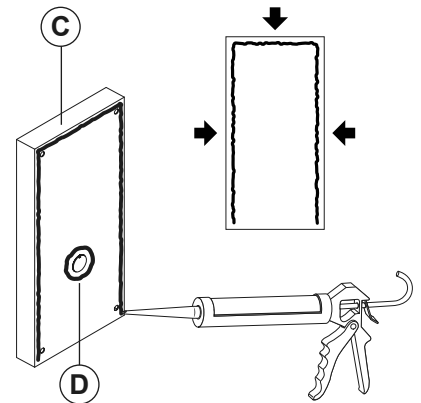

Fig. 49
**IN ORDER TO PREVENT WATER INGRESS WE HIGHLY RECOMMEND USING A SILICONE SEALANT BETWEEN THE WALL AND THE BACK BOX **(C)**, ON THE LEFT, TOP AND RIGHT SIDES ONLY AND AROUND ALL THE HOLES **(D)** . DON'T USE SILICONE SEALANT ON THE BOTTOM SIDE OF THE BACK BOX (Fig.49);**